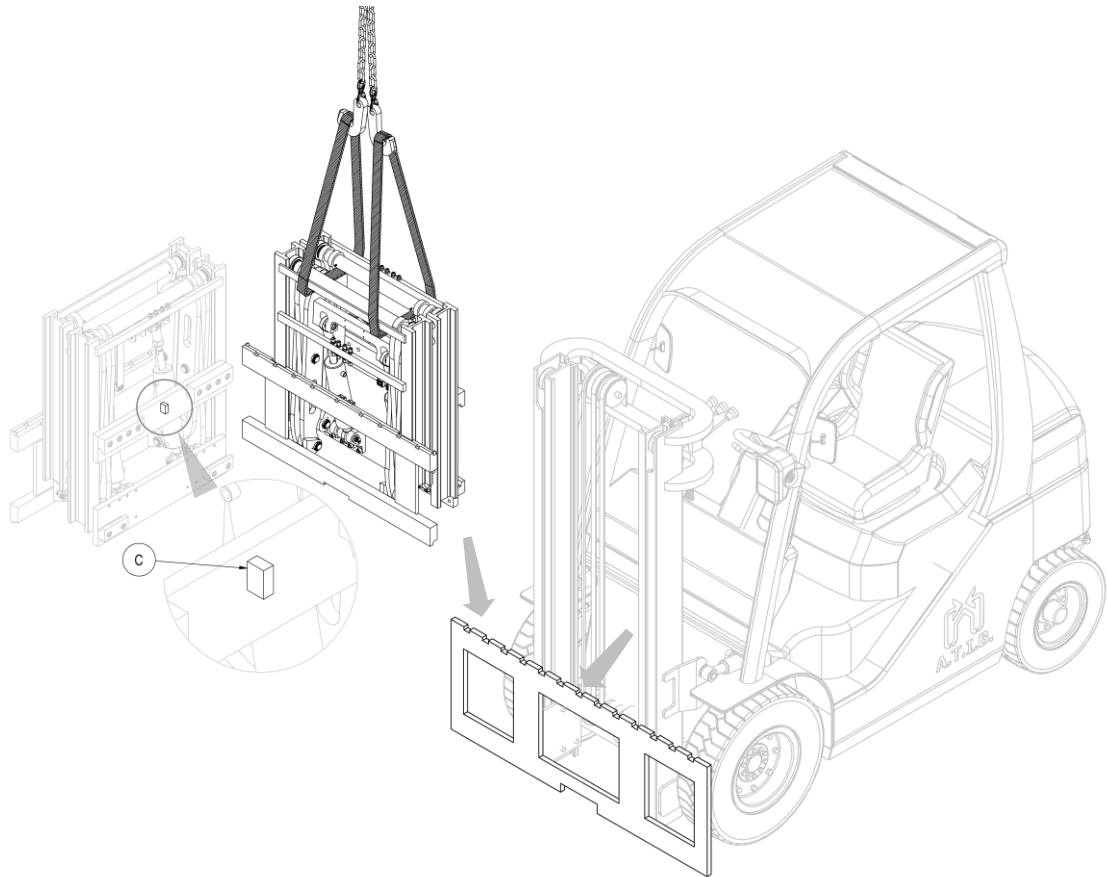

Figura 3
6. Con un carroponete o un paranco di portata sufficiente posizionare l'attrezzatura sulla piastra porta forche, avendo cura di incastrare il dente di centraggio **C** nella tacca centrale della stessa (vedi *Figura 3*).
4. Sollevare quindi l'attrezzatura con un carropono o paranco di portata sufficiente e rimuoverla dal carrello (vedi *Figura 3* a pag.10).